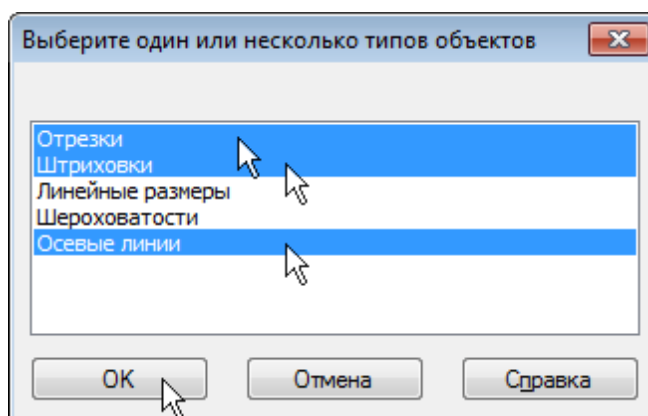

Рисунок 6.
- Чтобы выделить несколько строк, нажмите клавишу <Ctrl> и, удерживая ее, указывайте строки (рис. 6).